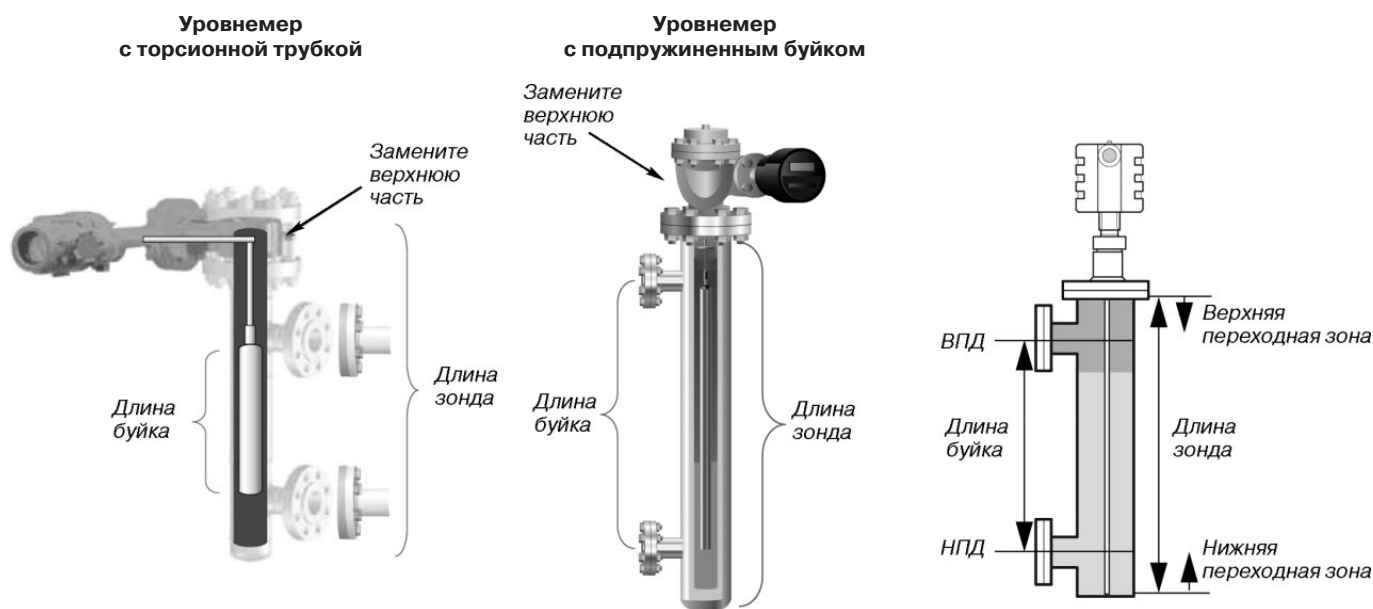

Рис.2. Определение типа буйкового уровнемера.
4. По рис.2 определите тип буйкового уровнемера: с торсионной трубкой или с подпружиненным буйком.
5. Определите длину зонда. Длина зонда определяется расстоянием от опорной поверхности фланца до дна камеры (внутренняя полость камеры), как показано на рис.2 и в табл. 1. Зонд должен быть практически равен длине камеры, но при этом не должен касаться ее дна. Между концом зонда и дном камеры должен оставаться небольшой зазор (от 12 до 25 мм).